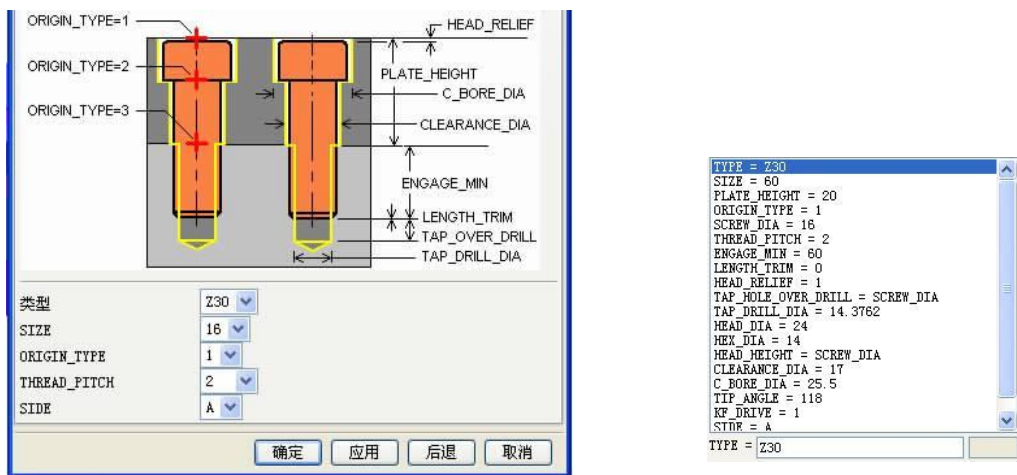

图7-128
- 在【注塑模向导】工具条中单击【标准件】按钮，弹出【标准件管理】对话框。在【目录】和【分类】下拉列表中选择【HASCO_MM】和【Screws】选项，选择型号为“SHCS[Auto]”，然后设置螺钉其他参数，如图 7-128 所示。